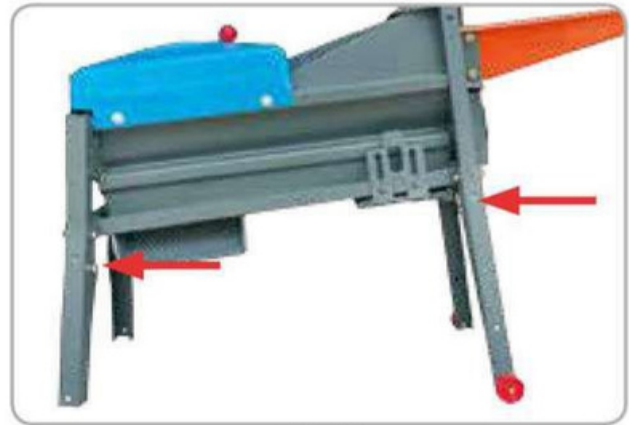

Fig.2
- Montați cadrul posterior pe corpul batozei de porumb cu ajutorul șuruburilor din kitul de montaj (fig.2).
- Montați cadrul anterior cu roți pe corpul batozei de porumb cu ajutorul șuruburilor din kitul de montaj (fig.2).